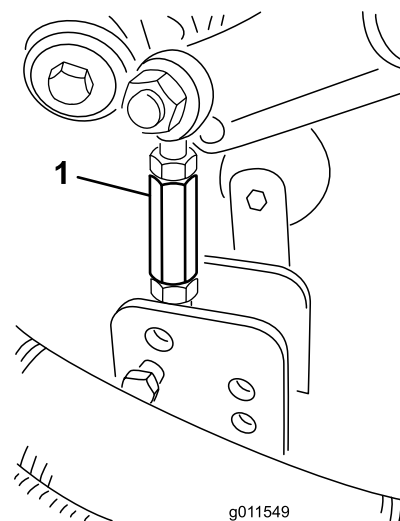

Figure 30
9. Enlevez les goupilles fendues et les axes de chape qui fixent les biellettes d'amortisseurs aux supports du plateau de coupe (Figure 30).